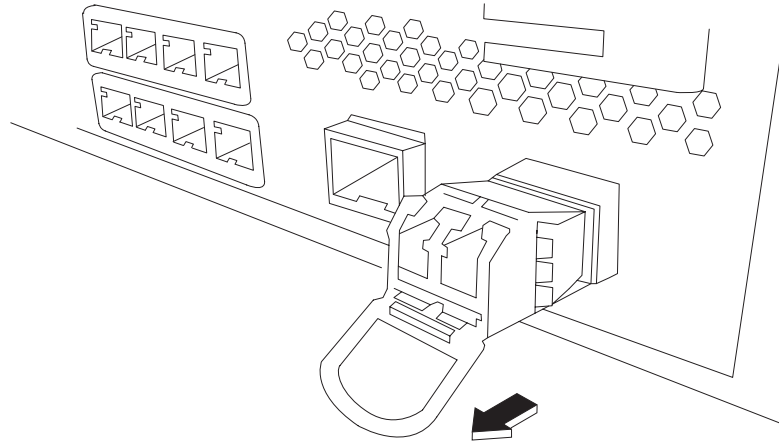

Figura 19. Extracción del transceptor SFP
- Tire hacia abajo el pestillo azul de la parte frontal del transceptor, tal como se muestra en la Figura 19.